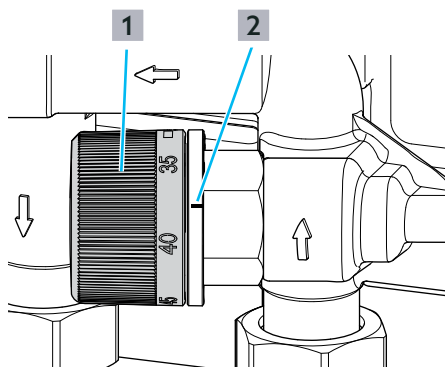

Fig. 17: Réglage du set de bypass thermostatisé à consigne de température réglable
- ▶ Régler la température sur la valeur souhaitée à l'aide de la poignée manuelle ((1) sur la Fig. 17 en page 24) du set de bypass thermostatisé à consigne de température réglable.